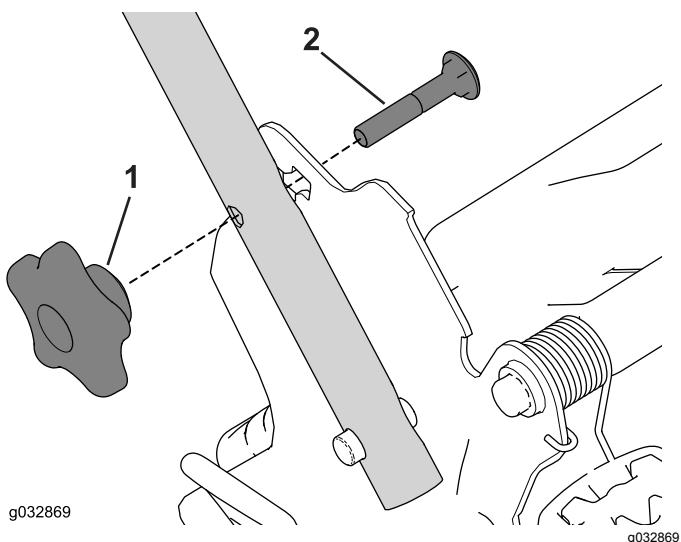

Figura 28
- Retire y guarde los 2 pernos de cuello cuadrado y los 2 pomos de los soportes del manillar (Figura 28).